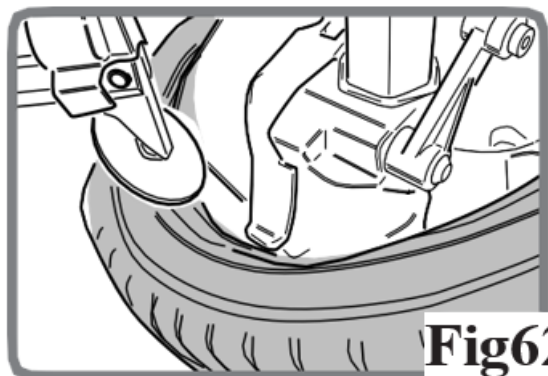

Fig62
Placering af øverste dækside (Fig62)
- Placer dækkets øverste dækside som vist tydeligt i Fig62.